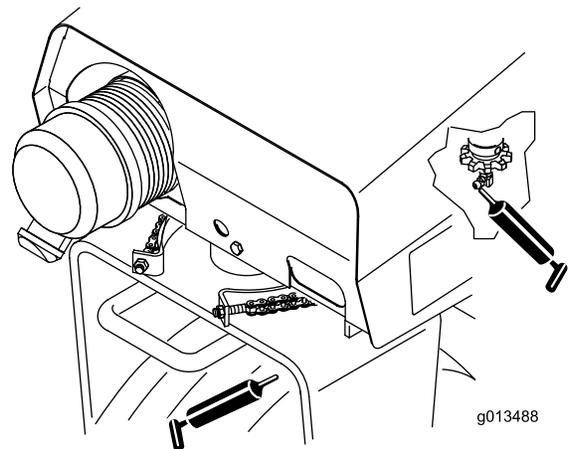

Figura 15
- Piantone e pignone dello sterzo (Figura 15)